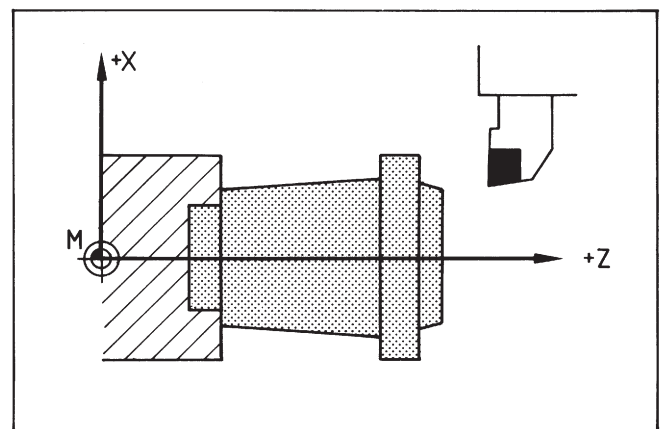

Bild 2: Werkzeugträger hinter der Drehmitte
- a1** a) Geben Sie in Tabelle 1 an, welche Koordinatenwerte die Bohrungsmittelpunkte P_1 bis P_3 (Bild 1 und 2, Seite 23) sowie der Endpunkt P_E (Bild 2) haben: